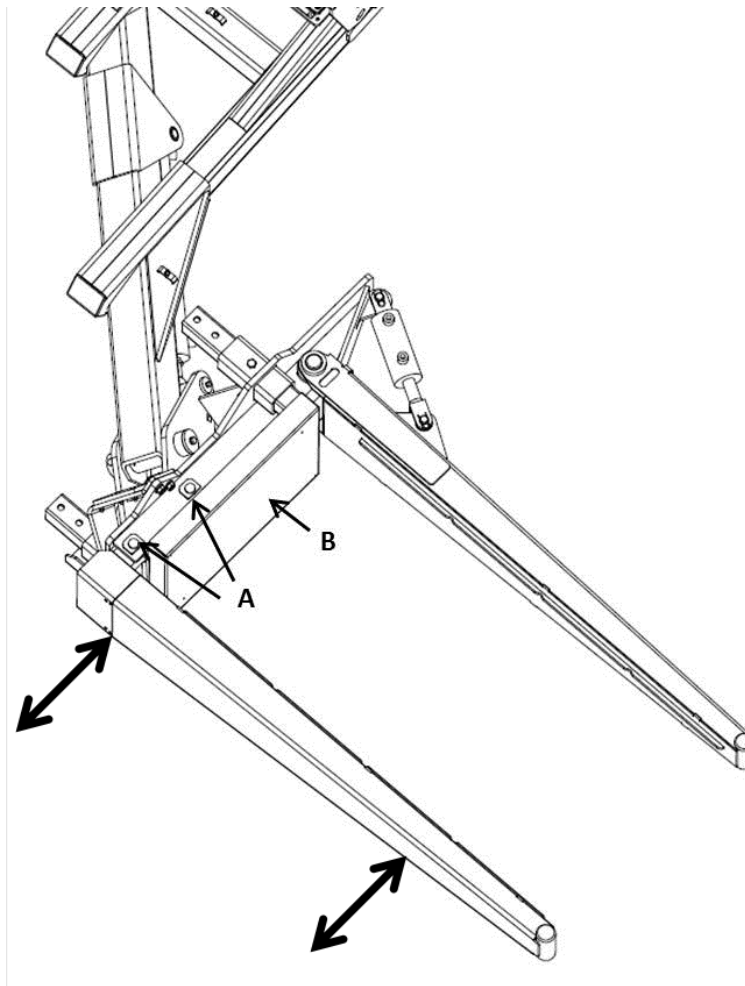

Figure 8 – Largeur de la pince
La distance entre les bras de la pince peut être modifiée pour manipuler des balles de 80 cm ou 120 cm (32 po ou 48 po) de largeur. Deux largeurs de pince sont possibles et dépendent des trous dans lesquels les axes (A) sont insérés (voir la Figure 8).